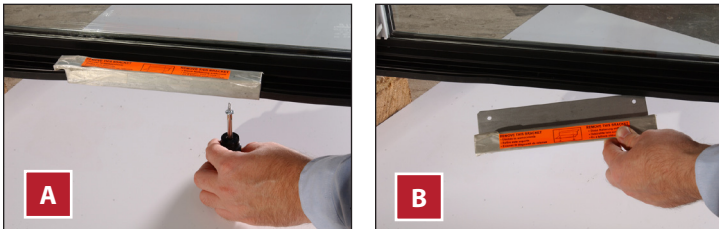
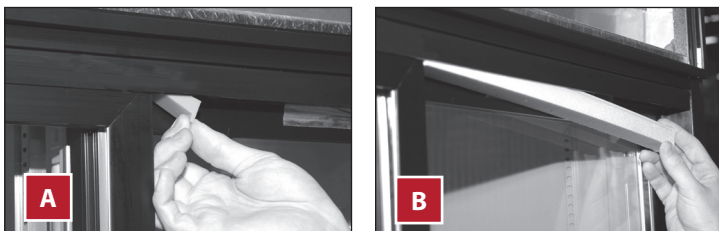

Fig. 2. Retire el soporte de transporte de la puerta batiente de cristal, si lo hay. No lo deseche.
Fig. 3. Seguros de transporte de la puerta. Si los hay, retírelos y no los deseche.
**ATENCIÓN >** NO retire la escuadra para transporte (puertas batiente de cristal, fig. 2) ni los bloques de transporte (puertas correderas; fig. 3) hasta que el aparato esté instalado en su emplazamiento final. No los deseche; utilícelos la próxima vez que traslade el aparato.